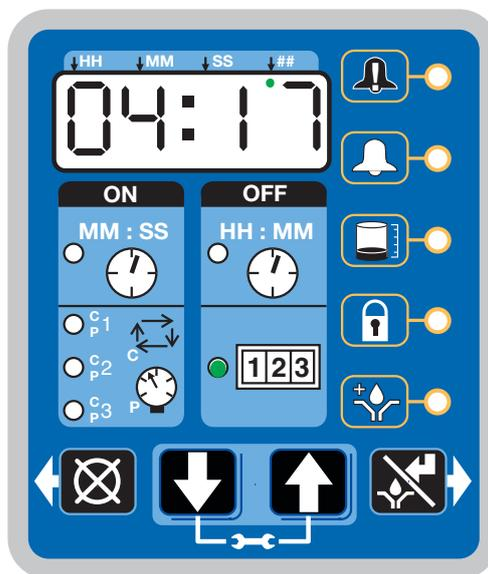

FIG. 54
- Si illumina il LED vicino a 1-2-3 (Fig. 54).
L'esempio fornito in Fig. 54 mostra che rimangono 4 ore e 17 minuti prima che si verifichi un malfunzionamento o il passaggio in Modalità lubrificazione (pompa ACCESA).